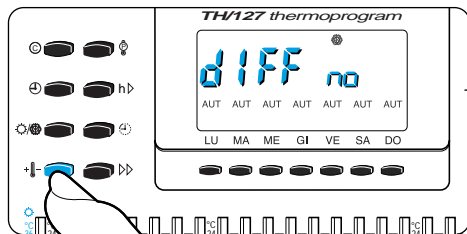

Fig. 42
13.5 - Premere il pulsante +/- (fig. 42).